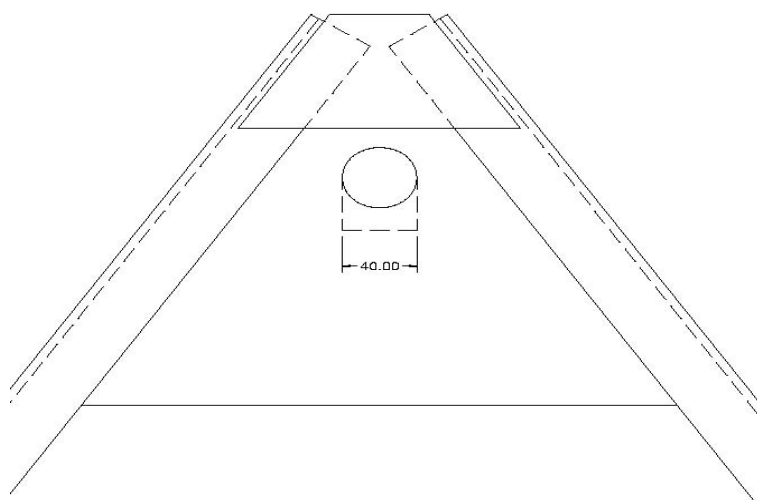

Fig.3 Hur runt hål omarbetas till rektangulärt
3. När Teagles traktordel kopplas till en redskapsdel med runt hål (se Fig.3), så måste hålet modifieras till rektangulär form för att passa Teagles raka låsklack.